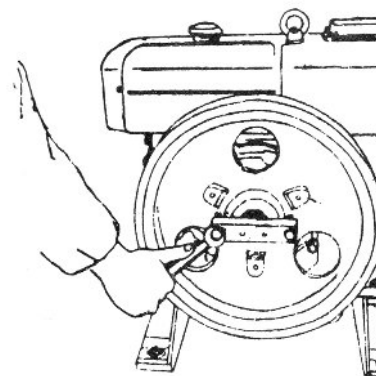
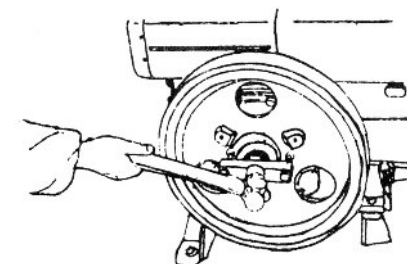

Fig.21- Retirando o volante por meio do sacador
Fig.22- Batendo no sacador para retirar o volante.
(B) Retire o volante por meio de um sacador de polia (fig. 21). No caso de dificuldade, pode utilizar um martelo para bater no centro do sacador (Fig.22). Durante esta operação, tenha cuidado para não danificar a ponta do eixo do virabrequim, o rotor e o estator do alternador do volante.